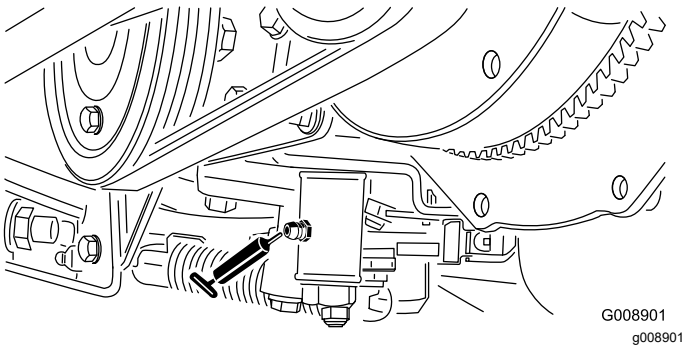

Figura 63
- Mecanismo de ajuste de punto muerto (Figura 63)